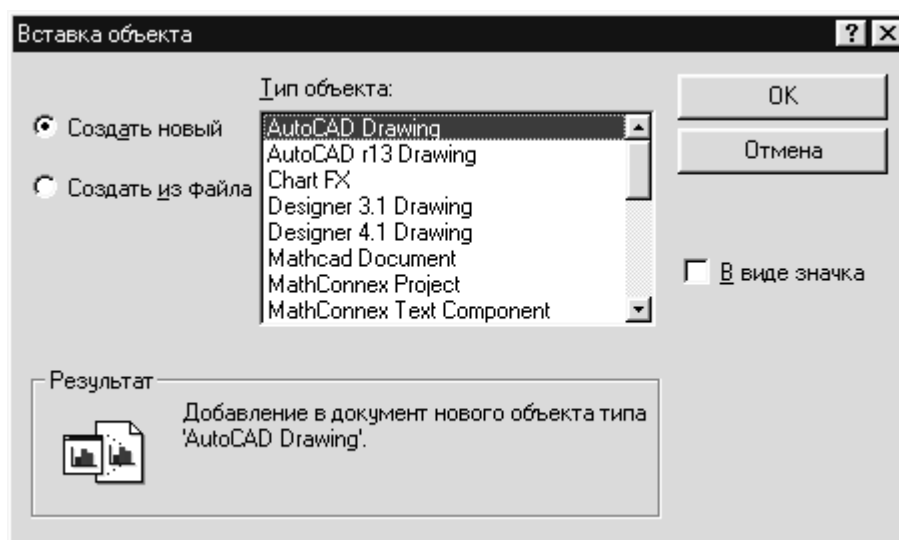

Рис. 87. Диалоговое окно создания нового OLE-объекта
- ✧ Выберите команду Объект⇒Вставить OLE-объект. Появится диалоговое окно "Вставка объекта" (рис. 87).
- ✧ Выберите команду меню Объект⇒Вставить OLE-объект... Появится диалоговое окно “Вставка объекта”, показанное на рис. 87.